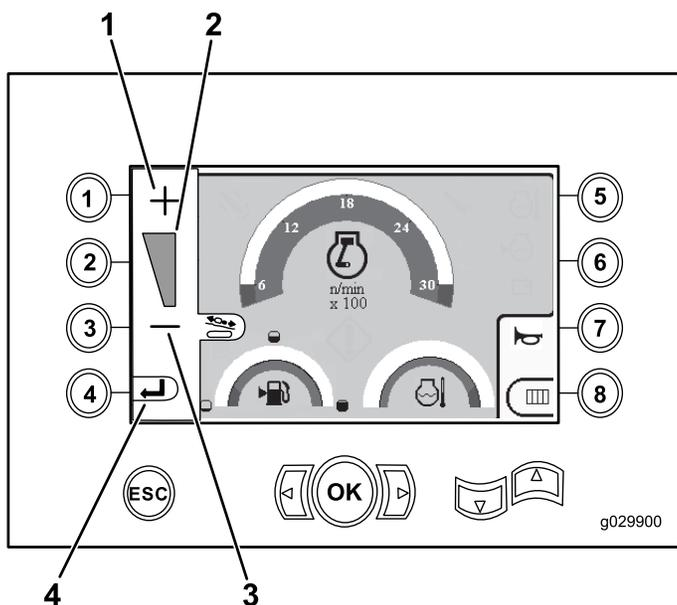

Figure 5
- Appuyez sur le bouton 1 pour augmenter la poussée ou sur le bouton 3 pour réduire la poussée de la machine (Figure 5).
- Après avoir réglé la poussée, appuyez sur le bouton 4 (Figure 5), et retournez à l'Écran principal (page 1). Fonctions de forage principales affichées sur l'écran de pression (page 2)